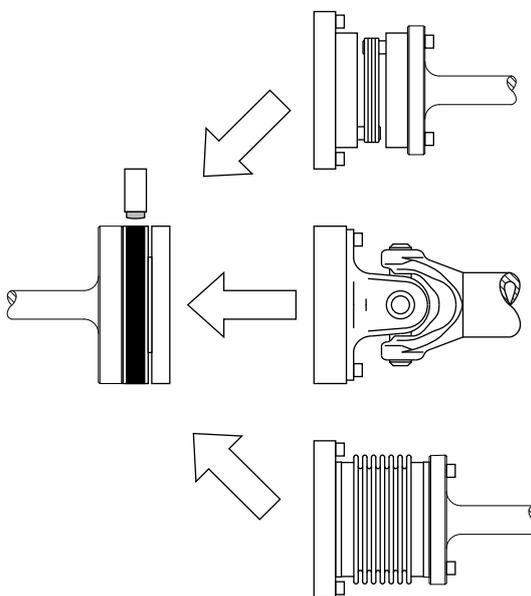

Figure 2-6 Solution qui permet un désalignement angulaire
2. Si l'alignement des axes n'est pas parfait et qu'il présente une légère erreur angulaire, il faut utiliser un accouplement à soufflet, un arbre à cardan ou un accouplement simple à lamelles, comme le montre la *figure 2-6*. Ces éléments apportent en effet au moins un degré de liberté au système qui permet cette erreur d'alignement.